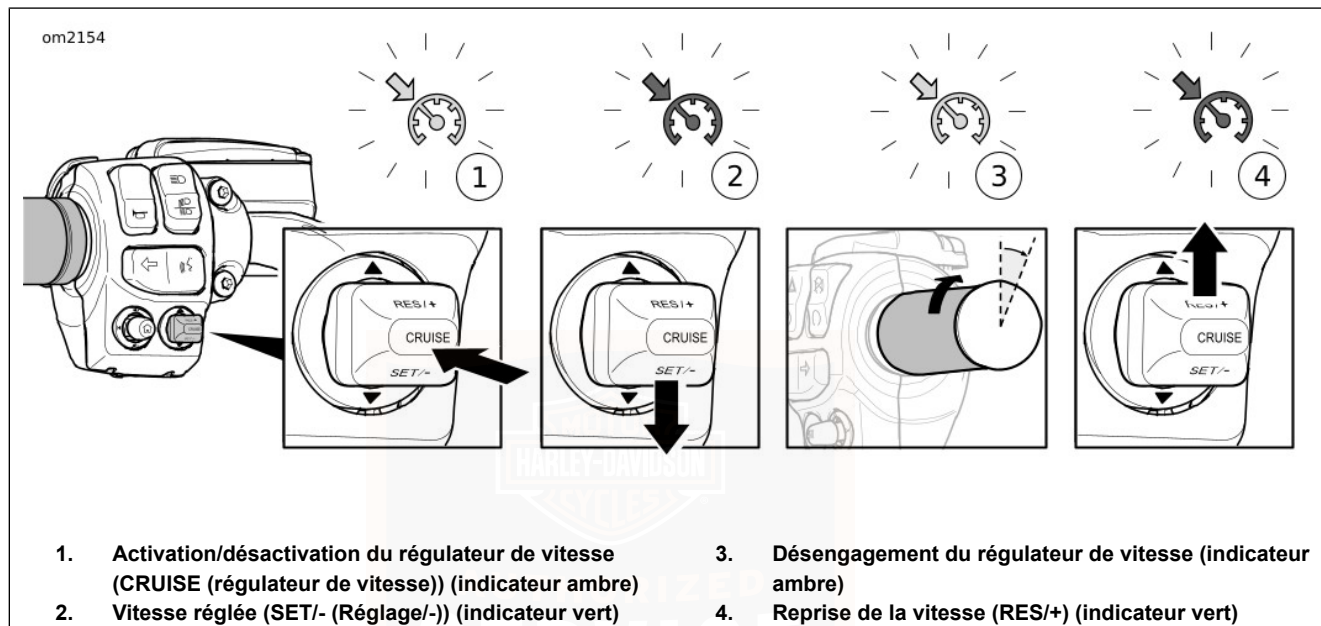

Figure 29. Régulateur de vitesse (classique)
Voir Figure 29 . Appuyer sur le commutateur CRUISE (régulateur de vitesse) pour activer le régulateur de vitesse (1). Lorsque le régulateur de vitesse est activé, son icône sur la face de l'indicateur de vitesse s'allume en orange.
Voir Figure 29 . Lorsque la moto atteint la vitesse prévue, appuyer sur le commutateur SET/- pour régler la vitesse de croisière (2). L'icône de régulateur de vitesse passe de l'orange au vert.
Voir Figure 29 . Pour cesser de circuler à la vitesse constante réglée, passer le papillon en position fermée par le biais du commutateur de désengagement (3).
Voir Figure 29 . Si le régulateur de vitesse a été désengagé, mais que l'indicateur du régulateur de vitesse est orange, appuyer sur le commutateur RES/+ pour reprendre la vitesse de croisière (4). L'icône s'allume en vert. La moto reprend automatiquement la vitesse constante réglée.